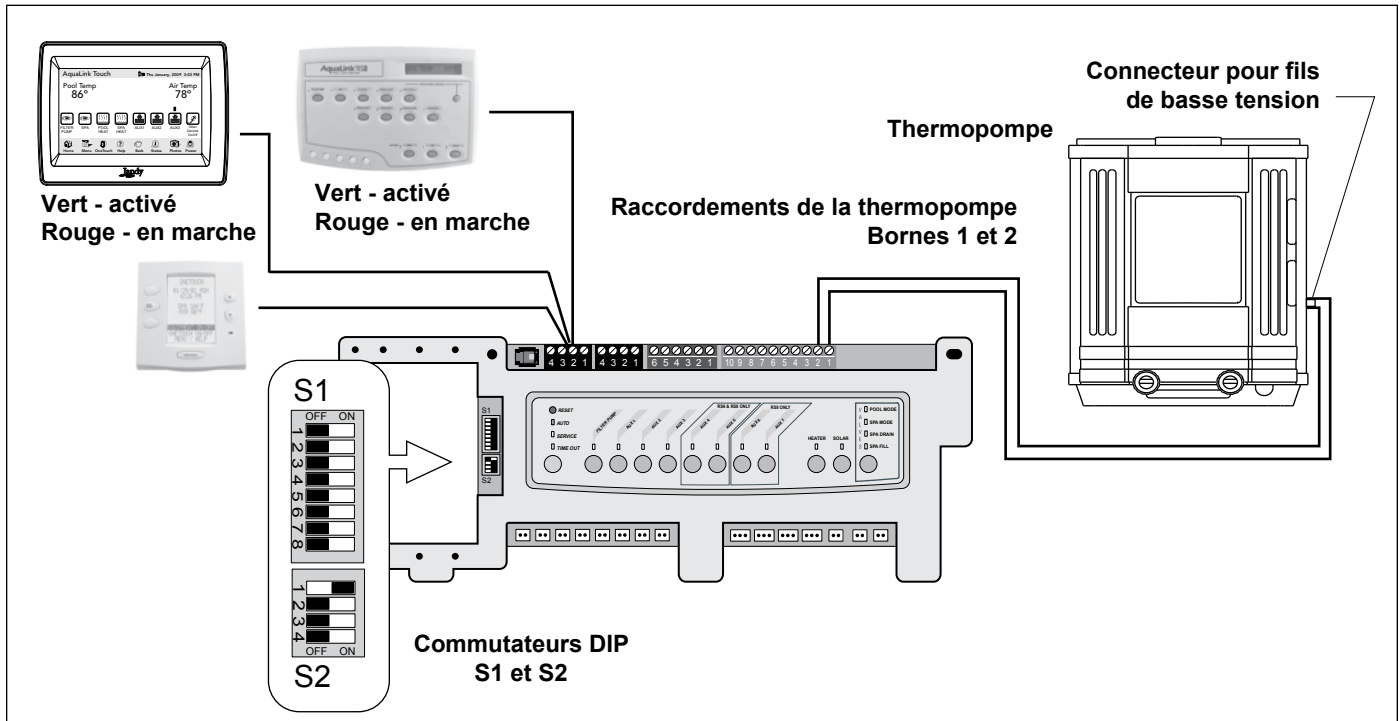

Figure 13. AquaLink RS à la thermopompe EE-Ti
2. Connectez deux (2) fils aux bornes vertes 1 et 2 à 10 broches de AquaLink RS.
3. Mettez DIP S2-1 (broche no.1 sur le commutateur DIP à quatre position) en position ON (Voir Figure 13).